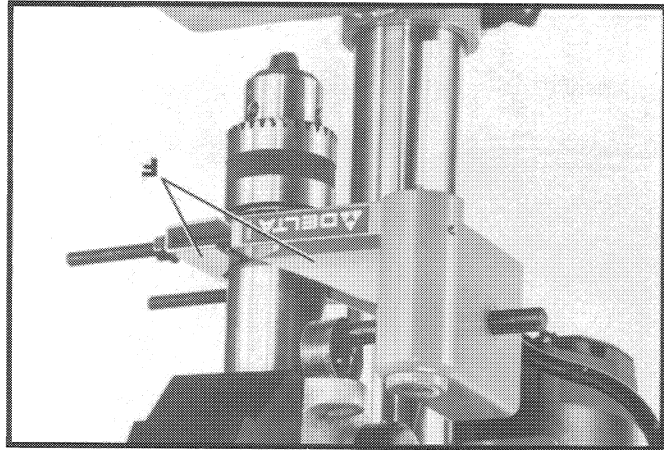
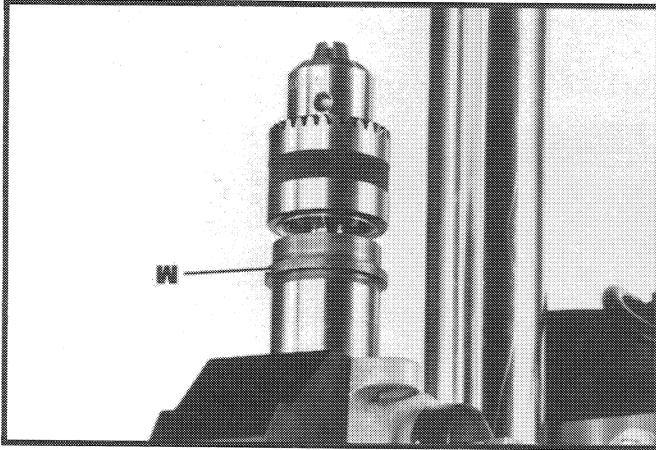

Fig. 7
Fig. 8
7. Ensamble el cárter y el soporte de montaje (F) Fig. 7 al fondo del árbol en la manera ilustrada aquí. **NOTA:** El soporte de montaje (F) Fig. 7 debe hacer puente sobre el collar (M) Fig. 8 sobre el ensamblado del árbol.